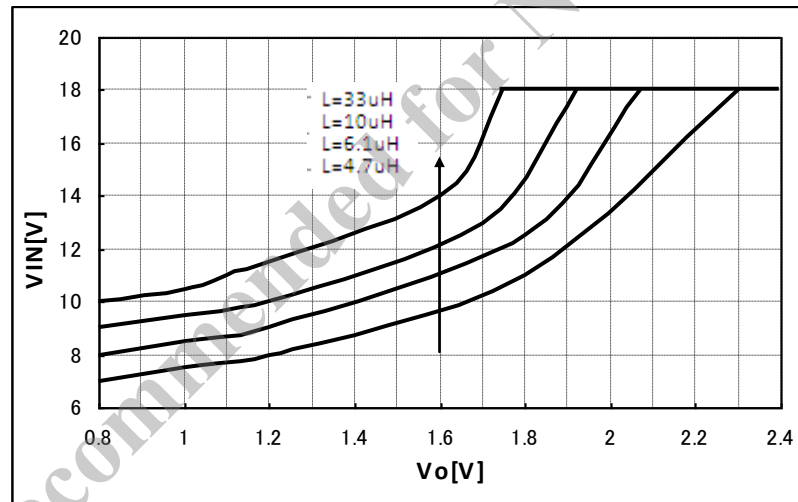

図2 NR120E シリーズ入出力特性
(2) 最小 ON 時間により制限される入出力条件は、図 2 の入出力特性グラフを参照してください。
(9) 最小 ON 時間により制限される入出力条件は図 2 の入出力特性グラフはを参照してください。